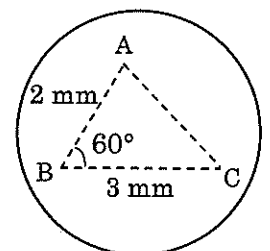

図 1 打抜き形状
2. 板厚 3 mm の薄鋼板から図 1 に示す三角形 ABC 部を紙面上面から垂直に打抜きたい。薄鋼板のせん断抵抗を 0.314 GPa として、板材をせん断するのに必要な最大せん断力を求めよ。